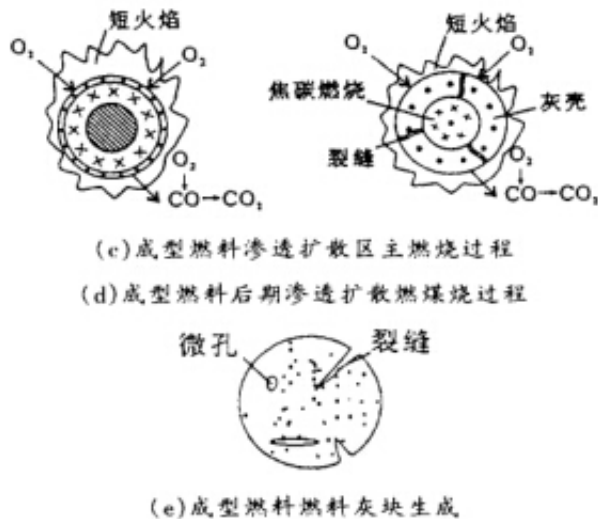

图2 生物质成型燃料燃烧过程示意图
生物质成型燃料燃烧机理属于静态渗透式扩散燃烧, 燃烧过程就从着火后开始。(1) 生物质成型燃料表面可燃挥发物燃烧, 进行可燃气体和氧气的放热化学反应, 形成火焰; (2) 除了生物质成型燃料表面部分可燃挥发物燃烧外, 成型燃料表层部分的碳处于过渡燃烧区, 形成较长火焰; (3) 生物质成型燃料表面仍有较少的挥发分燃烧, 更主要的是燃烧向成型燃料更深层渗透。焦炭的扩散燃烧, 燃烧产物 CO_2 , CO 及其它气体向外扩散, 行进中 CO 不断与 O_2 结合成 CO_2 , 成型燃料表层生成薄灰壳, 外层包围着火焰; (4) 生物质成型燃料进一步向更深层发展, 在层内主要进行碳燃烧(即 $\text{C} + \text{O}_2 \rightarrow \text{CO}$), 在球表面进行一氧化碳的燃烧(即 $\text{CO} + \text{O}_2 \rightarrow \text{CO}_2$), 形成比较厚的灰壳, 由于生物质的燃尽和热膨胀, 灰层中呈现微孔组织或空隙通道甚至裂缝, 较少的短火焰包围着成型块; (5) 燃尽壳不断加厚, 可燃物基本燃尽, 在没有强烈干扰的情况下, 形成整体的灰球, 灰球表面几乎看不出火焰, 灰球会变暗红色, 至此完成了生物质成型燃料的整个燃烧过程, 燃烧过程如图2表示。